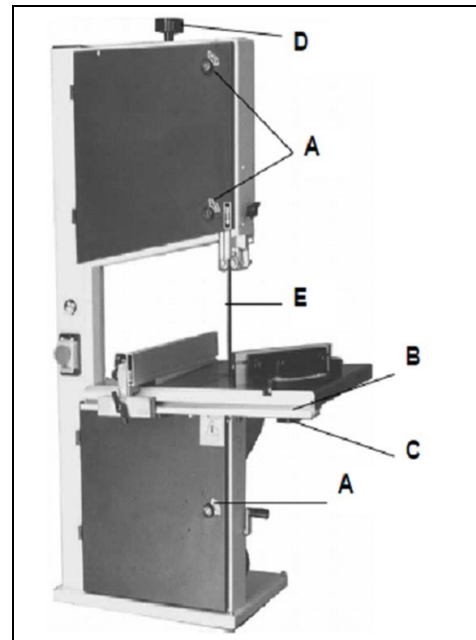

Fig 21
2. Öffnen Sie die oberen und unteren Bandradtüren, indem Sie die Türschlösser (A, Fig 21) mit einem Schraubendreher drehen.